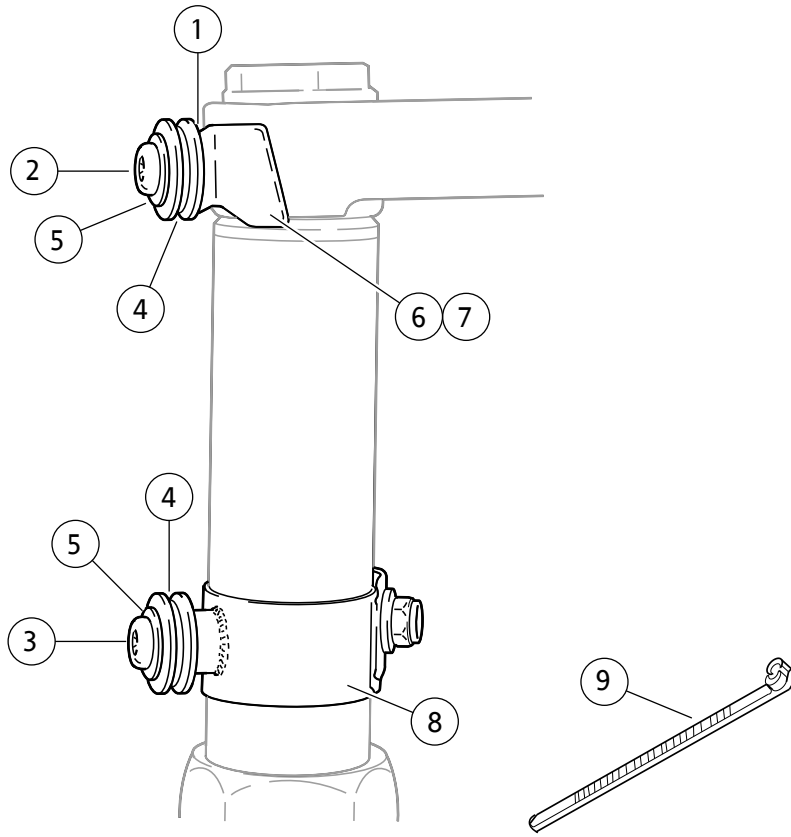
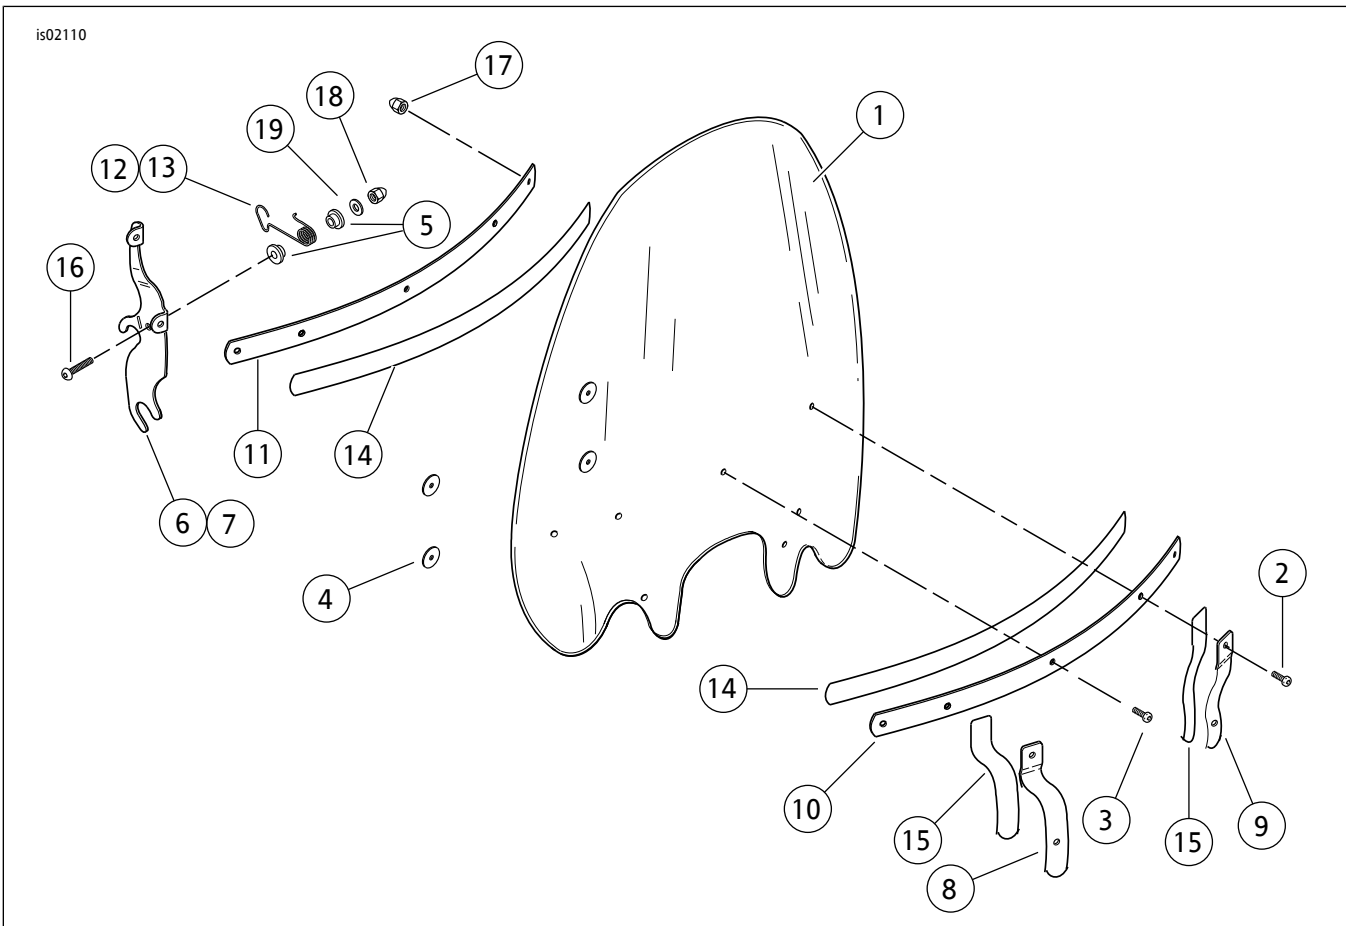

图4。维修零件：对接五金套件
图5。维修零件：挡风玻璃套件
参见图4与表2、图5与表3。
4. 参见图4。组装挡风玻璃下部底架的安装五金件。按照下列顺序组装，不要拧紧：
5. 参见图5。按照图示组装挡风玻璃上部底架的五金件，然后将半圆头螺丝拧紧至20牛米（15英尺磅）。隔块（1）（图中未显示）安装于固定钢丝支架（6、7）与上部叉三角轧头之间。
6. 将两个挡风玻璃组件顶部固定爪钩入上部衬套（图4：4）的槽中，然后将下部夹具组件向上滑动，直至下部衬套牢固卡入挡风玻璃下部固定爪中。